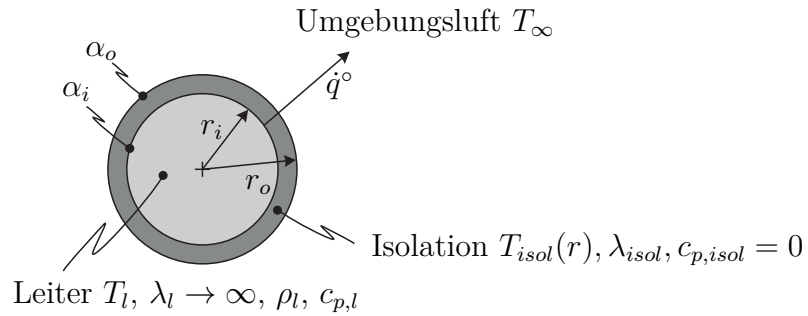

Abbildung 3: Stromdurchflossener Leiter mit elektrischer Isolationsschicht.
3. Betrachtet wird der in Abbildung 3 dargestellte elektrische Leiter mit dem lngenbezogenen elektrischen Widerstand  $R'$  (Einheit  $\Omega \text{ m}^{-1}$ ). Der Leiter wird vom zunchst unbekannten Strom  $I$  durchflossen, hat eine homogene Temperatur  $T_l$  und ist mit einer elektrischen Isolationsschicht umgeben. Die Wrmekapazitt der elektrischen Isolierschicht ist vernachlssigbar. Die Oberflche tauscht mit der Umgebung (Lufttemperatur  $T_\infty$ ) Wrme in Form von Konvektion mit dem gemittelten Wrmeübergangskoeffizienten  $\alpha_o$  aus. Der Wrmeübergang an der Kontaktflche zwischen Leiter und Isolationsschicht wird durch den Wrmeübergangskoeffizienten  $\alpha_i$  charakterisiert. 7 P.